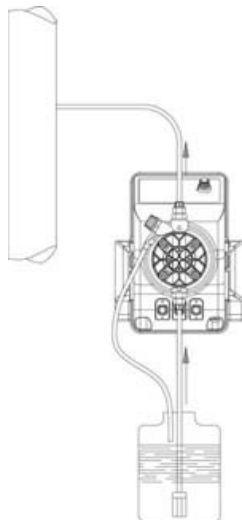
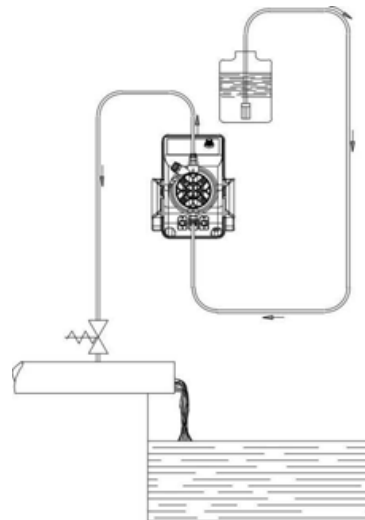

Abb. 5
Abb. 6
- c.- Positionieren Sie die Pumpe gemäß Abbildung 5, wobei zu beachten ist, dass sie sowohl unter- als oberhalb des Füllstands der zu dosierenden Flüssigkeit innerhalb einer Obergrenze von 2m angebracht werden kann. Der Einspritzpunkt ist immer so hoch wie möglich zu positionieren. Arbeitet die zu behandelnde Anlage bei atmosphärischem Druck (freie Zuführung des Zusatzstoffes) und muss der Zusatzstoffbehälter unbedingt höher als der Einspritzpunkt angeordnet werden, regelmäßig die Funktionstüchtigkeit des Einspritzventils prüfen, da sein übermäßiger Verschleiß zum Eindringen des Zusatzstoffes durch Schwerkraft in die Anlage führen kann (auch bei stillstehender Anlage). Sollte das Problem fortbestehen, ein entsprechend eingestelltes Gegendruckventil C zwischen die Dosierpumpe und den Einspritzpunkt einfügen (Abb. 6). Bei Flüssigkeiten, die aggressive Dämpfe freisetzen darf die Pumpe nicht über dem Behälter installiert werden, es sei denn, diese Behälter sind hermetisch verschlossen.